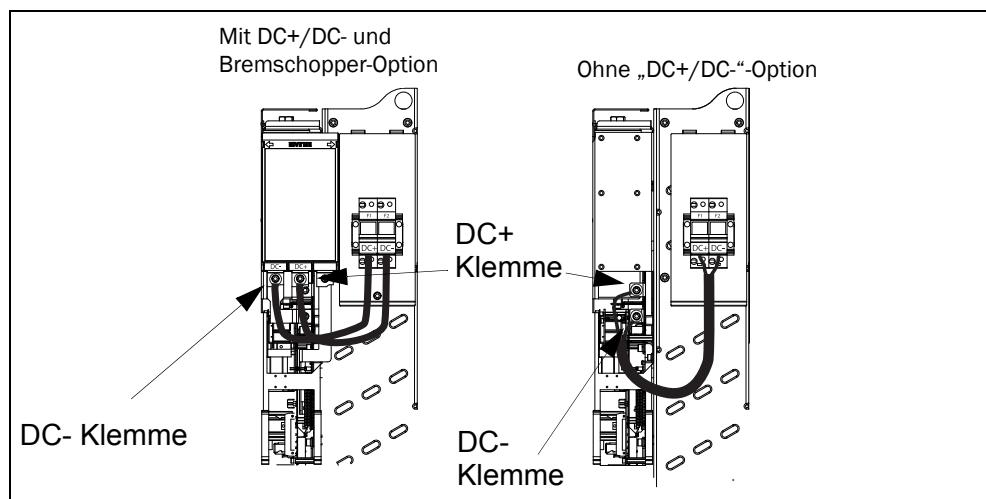

Fig. 8 DC-Sicherungskabelanschluss bei Baugröße G und höher
- Schließen Sie die mitgelieferten Kabel zwischen dem DC-Sicherungshalter und den „DC+/DC-“-Klemmen an, siehe Fig. 8.